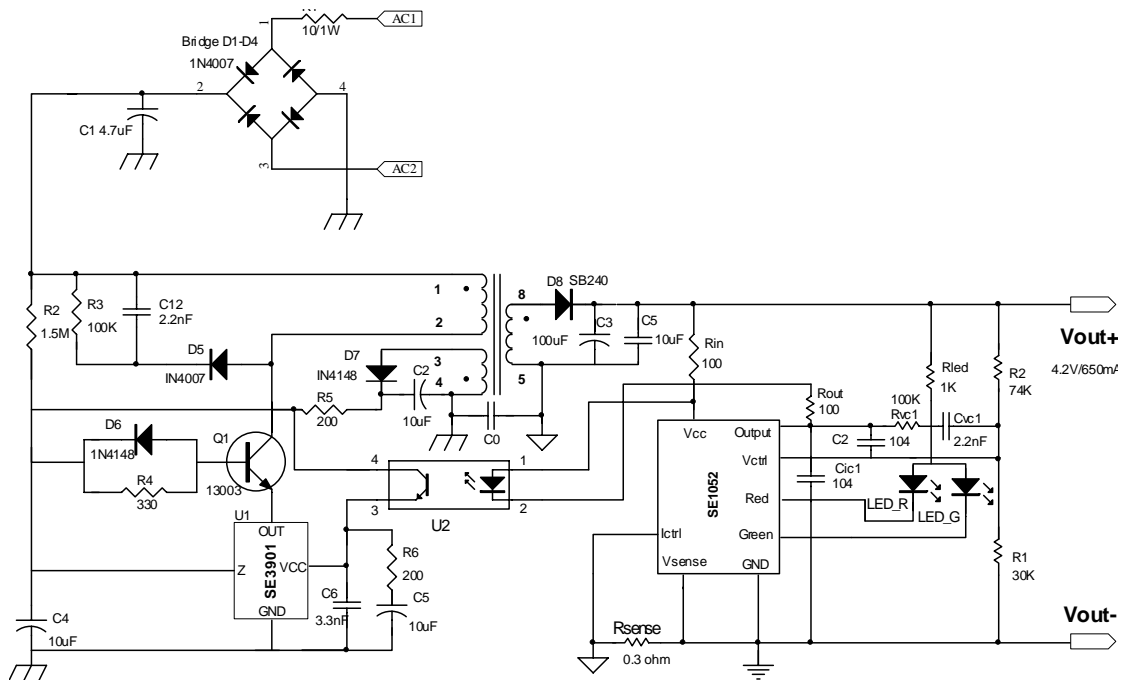

图 2 电路原理图
2、Slunar 第二点提到“电流环工作不正常”。针对 SE1052 产品，我司已经有成熟的 AC/DC 系统电路图，并已经制作了 DEMO 板供客户进行评估。现在附上为锂电池充电的电路图与大家一同探讨（如图 2 所示）。同时也欢迎 slunar 以及正在使用思旺任何产品的工程师将调整电路中遇到问题的电路板寄至我司，我们非常愿意了解 SE1052 的不同应用并且协助调通电路。我们也想知道客户在不同应用设计中的细节问题，这样我们可以定义和设计更好的产品，帮助客户提高电路的性能并节省成本。